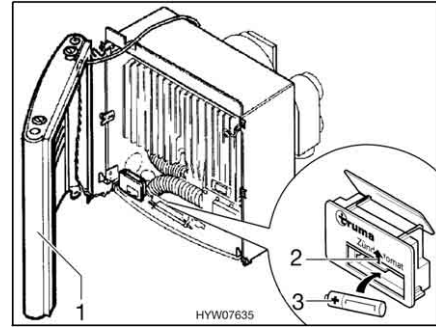

Bild 115 Heizung geöffnet
- Verkleidung (Bild 115,1) seitlich anstellen, damit die Anschlusskabel für das Warmluftgebläse sowie für die Zünd-Kontroll-Lampe nicht ausgesteckt werden müssen.
- Die Abdeckung des Batteriefachs am Zündautomaten (Bild 115,2) nach oben schieben.
- Eine neue Batterie (Bild 115,3) gleichen Typs polrichtig (+/-) in das Batteriefach des Zündautomaten einsetzen. Nur temperaturbeständige (+70 °C) und auslaufsichere Mignon-Batterien verwenden.